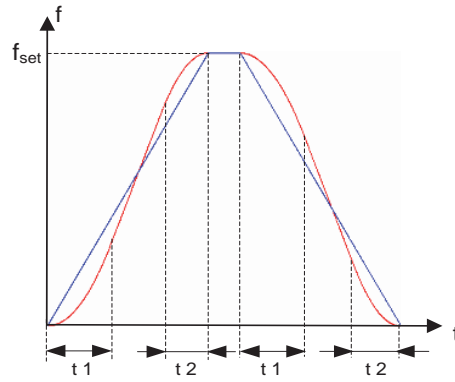

图 5-22 S 曲线加减速 A 示意图
- 1: S 曲线加减速 A——输出频率按照 S 曲线递增或递减, 一般用于对启停过程要求比较平缓的场所, 如电梯、传送带等。如图 5-22 所示。加减速时间与直线加减速一致。功能码 F4-08 和 F4-09 分别定义了 S 曲线加减速 A 起始段和结束段的时间比例。